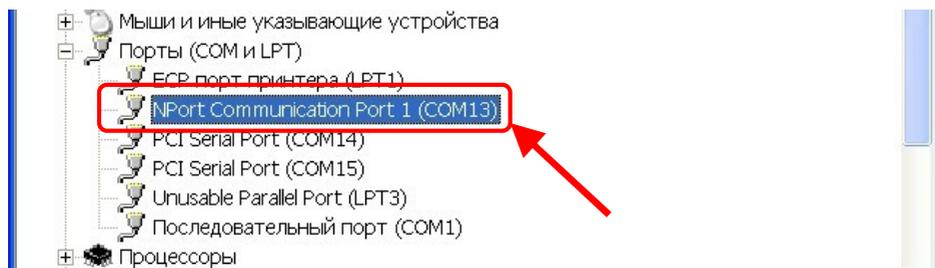
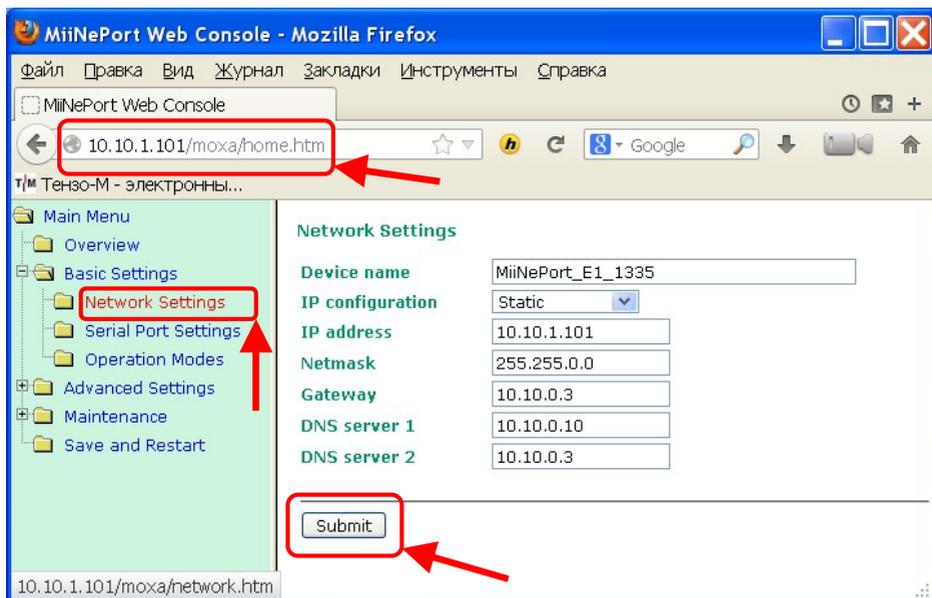

Рис.17 .8. Список COM портов в диспетчере устройств Windows.
Рис. 17.9. Консоль управления «MiiNePort Web Console», сетевые установки.
17.10. Не закрывая утилиту «**NPort Windows Driver Manager**», в адресной строке обозревателя Internet наберите IP адрес добавленного порта (в нашем случае — «**10.10.1.101**», см. Рис.17 .7, стр.33), войдите в консоль управления «**MiiNePort Web Console**» и перейдите в пункт меню «**Basic Settings\Network Settings**» (см. Рис. 17.9).
- если выбран статический способ получения адреса (как на Рис. 17.9), установите также остальные параметры: IP адрес («**IP address**»), маску подсети («**Netmask**»), шлюз («**Gateway**»).
17.12. После установки сетевых параметров нажмите на кнопку «**Submit**» («подтвердить», см. Рис. 17.9).